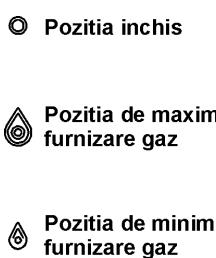

FIG. 1
Apasati si rotiti in sens anterior butonul corespunzator arzatorului pe care doriti sa-l utilizati, aduceti-l pe pozitia de Maxim (flacara mare, fig. 1) si apropiati un chibrit de arzator.
Apasati si rotiti in sens anterior butonul corespunzator arzatorului pe care doriti sa-l utilizati, aduceti-l pe pozitia de Maxim (flacara mare, fig. 1), după care apasati si eliberati butonul de aprindere.
Apasati si rotiti in sens anterior butonul corespunzator arzatorului pe care doriti sa-l utilizati, aduceti-l pe pozitia de Maxim (flacara mare, fig. 1), după care apasati butonul pana la fund.
La arzatoarele dotate cu termocuplu de siguranta, trebuie sa se roteasca in sens anterior butonul corespunzator arzatorului pe care doriti sa-l utilizati, sa-l aduceti pe pozitia de Maxim (flacara mare, fig.1) pana sesizati o mica oprire a acestuia, după care apasati butonul si repetati operatiile indicate anterior. Dupa aprindere mentineti butonul apasat circa 10 secunde.
- Cand incepe fierberea aduceti butonul in pozitia de Minim (flacara mica, fig. 1).
- *aprinderea arzatoarelor cu termocuplu de siguranta se poate face doar daca butonul este pe pozitia de Maxim (flacara mare fig. 1).*